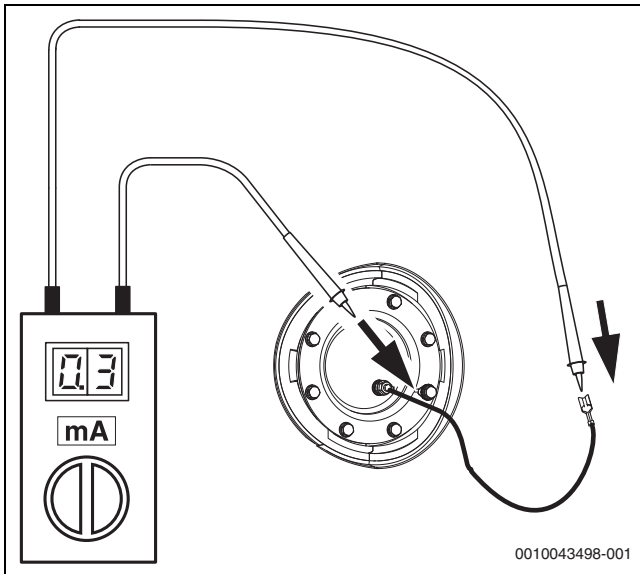

Bild 45
Bei isoliert montierten Magnesiumanoden zusätzlich möglichst jährlich den Schutzstrom mit dem Anodenprüfer messen (→, Abb. 45). Der Anodenprüfer ist als Zubehör erhältlich.
- ▶ Übergangswiderstand zwischen dem Schutzleiteranschluss und der Magnesium-Anode prüfen. Wenn der Anodenstrom $< 0,3$ mA beträgt, Magnesiumanode austauschen (→ Abb. 45).